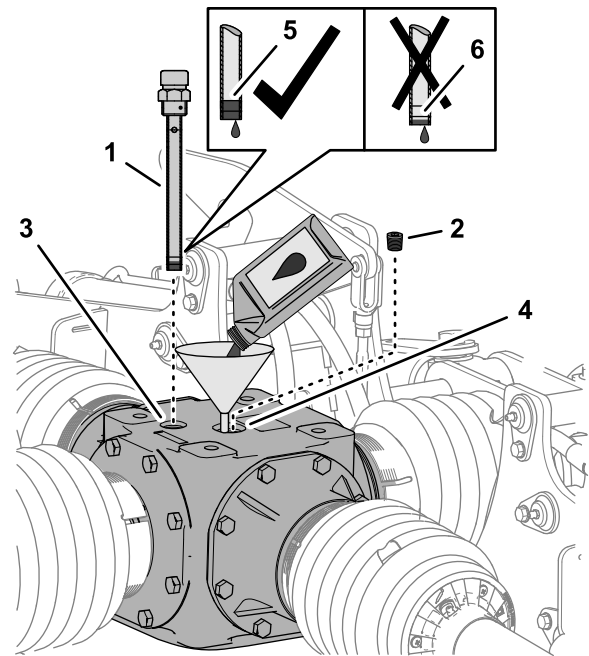

Figura 61
1. Togliete l'asta di livello dal relativo foro nella parte superiore della scatola ingranaggi centrale e pulitela (Figura 61).
2. Togliete il tappo di riempimento dal relativo foro nella parte superiore della scatola ingranaggi (Figura 61).
3. Aggiungete 2.484 ml di lubrificante per ingranaggi specificato nella scatola ingranaggi, attraverso il foro di riempimento (Figura 61).
4. Avvitare l'asta di livello nel foro, togliete l'asta di livello e controllate il livello del lubrificante (Figura 61).
6. Avvitare l'asta di livello nel foro di riempimento e serrate l'asta di livello (Figura 61).
7. Montate il tappo di riempimento nel relativo foro e serratelo (Figura 61).